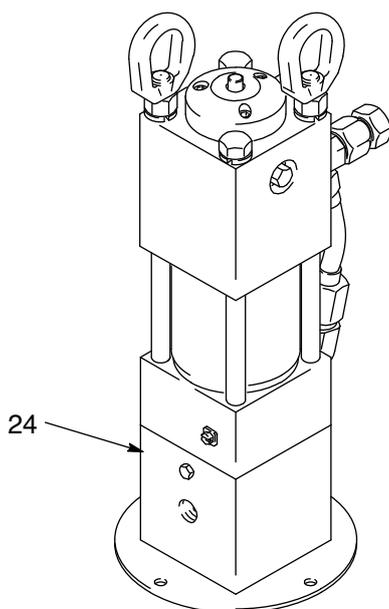

Рис. 3
Дренажная линия: Снимите заглушку (24) с переходника насоса и установите трубку для отвода жидкости диаметром 1/8 дюйма, направленную в контейнер для отходов. Наблюдайте за объемом просачивающейся гидравлической жидкости. Если этот объем кажется чрезмерным или внезапно увеличится, это может указывать на необходимость замены уплотнений горловины поршневого компрессора или насоса. (Рис. 3)